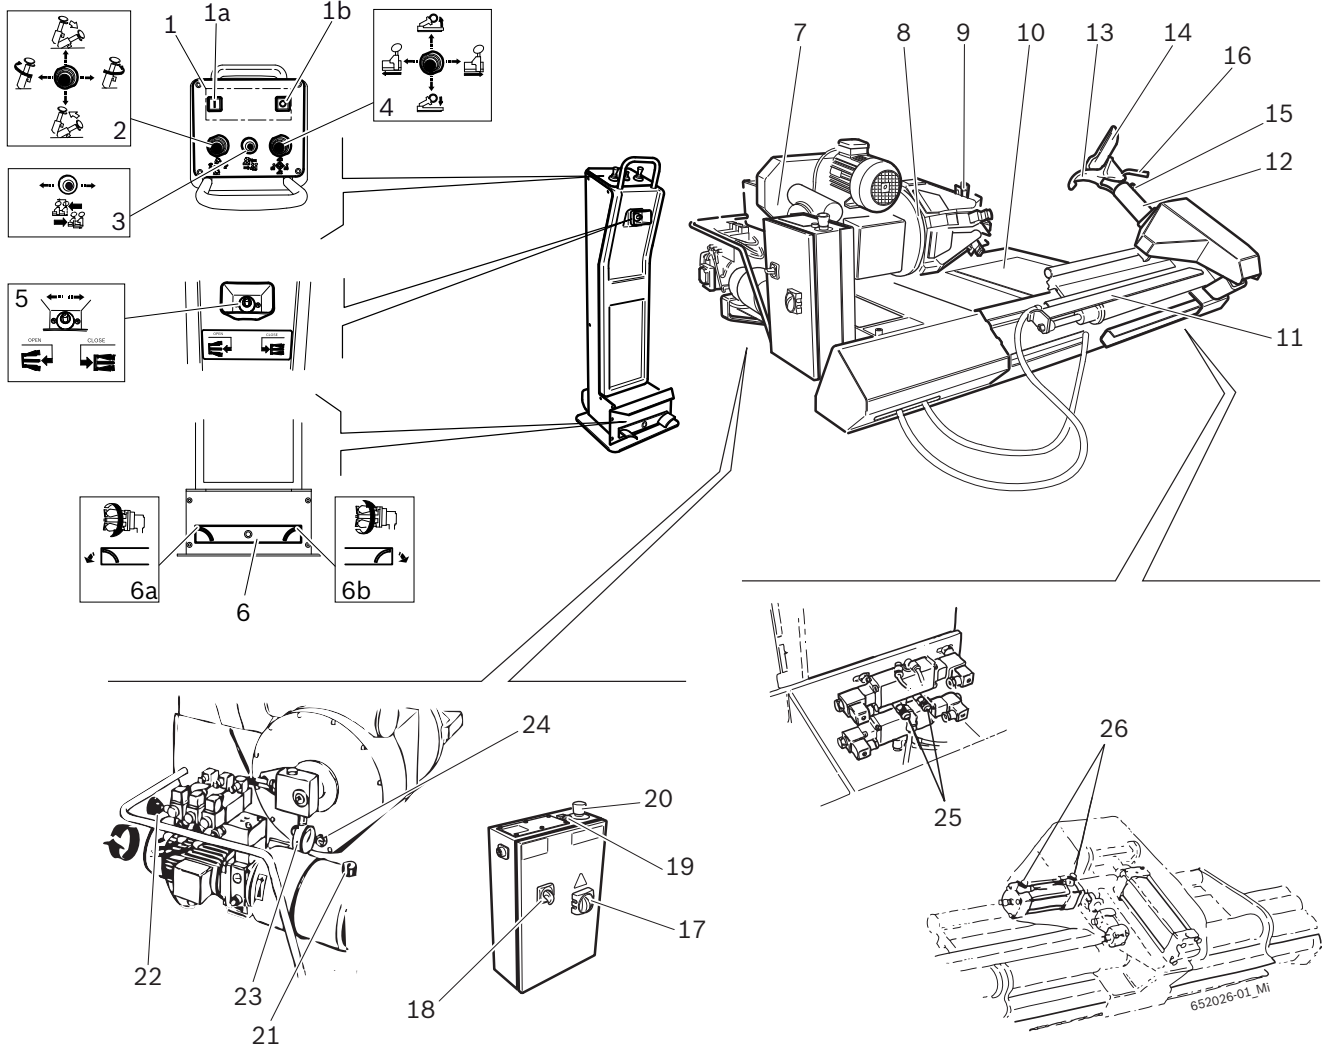

Fig. 1: JUMBO TCS56
ii La bride de serrage fonctionne grâce à un circuit hydraulique à haute pression, réglable de 20 à 130 bars en tournant la manette prévue à cet effet (Fig.1, pos.20) et en lisant la valeur indiquée sur le manomètre (Fig.1, pos.21). La pression normale d'exercice est de 130 bars. Pour des jantes ayant une valeur d'effort faible ou des jantes particulièrement fines, il est nécessaire de diminuer cette pression.